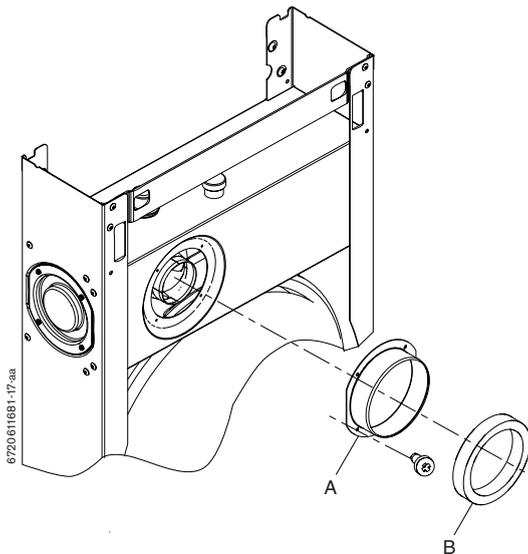

Fig. 8
In caso di aspirazione/scarico posteriore (vedi fig. 8):
- ▶ Posizionare correttamente la guarnizione in spugna (fig. 8 e 9, rif. B) in prossimità della giunzione tra tubo PVC e collare (fig. 8 e 9, rif. A).